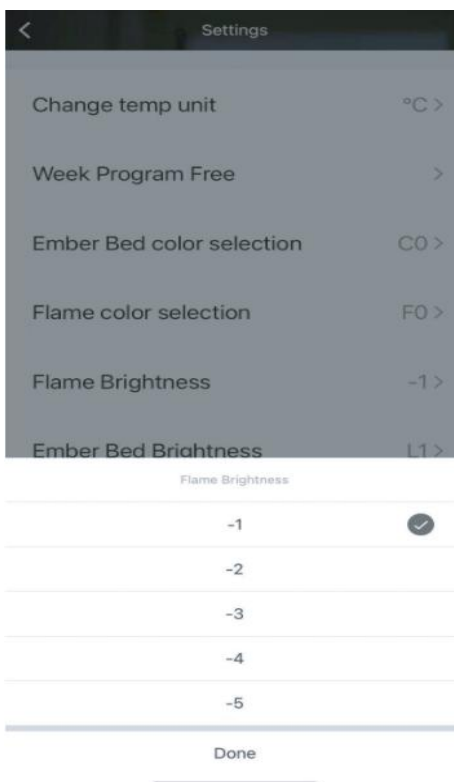

Imagen 13
8. Abre el brillo de las brasas, puedes elegir el brillo del lecho de brasas de ‘-5’ a ‘-1’, como en la imagen 13.